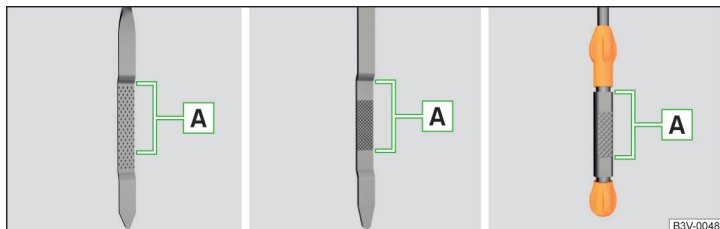

Fig. 299 Variante de joje de ulei
Nivelul de ulei trebuie să se situeze în zona **A** » fig. 299. Dacă nivelul de ulei este sub zona **A**, completați ulei.
- Nivelul uleiului nu trebuie să fie în niciun caz în afara zonei **A** » fig. 299 - în caz contrar există pericolul deteriorării motorului, precum și a instalației de evacuare a gazelor arse.